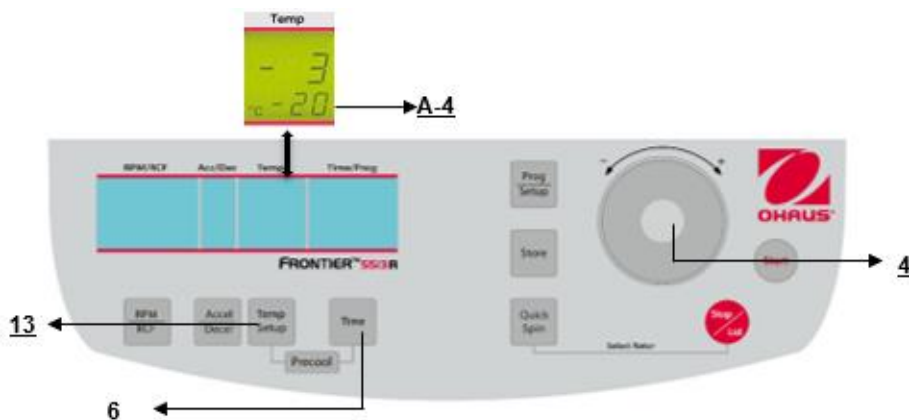

Figura. 16
Questa preselezione è attivata mediante il tasto **"RPM/RCF"** (5) (fare riferimento alla figura 16 qui di seguito). Premendo una volta il tasto, la parola **"rpm"** (M5) lampeggia. Premendo due volte il tasto, è possibile selezionare la preselezione delle forze centrifughe. Poi compare la parola **"rcf"** (M6) lampeggiante. È possibile impostare i valori desiderati mediante la quadrante di regolazione (4). Nel display (A-1), il valore regolato è visualizzato in permanenza, prima, durante e dopo il funzionamento.